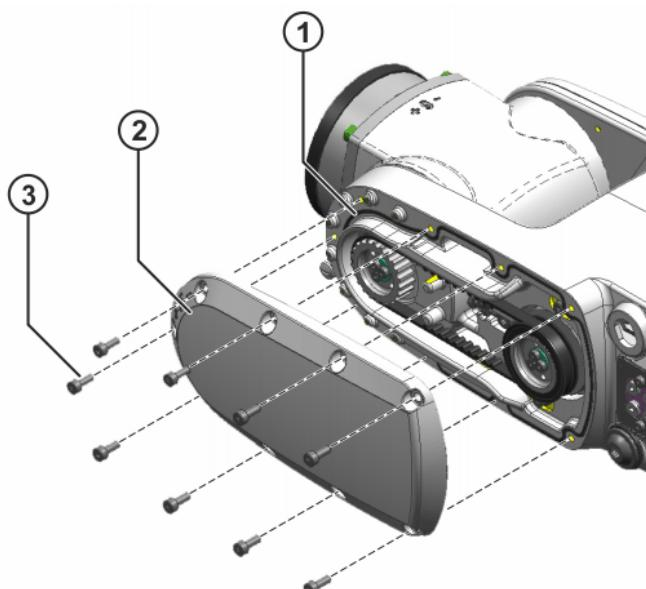

Abb. 9-12: Deckel A5 und Schaumdichtung riemenseitig
1. Schaumdichtung des Deckels vorsichtig reinigen (>>> Abb. 9-12).